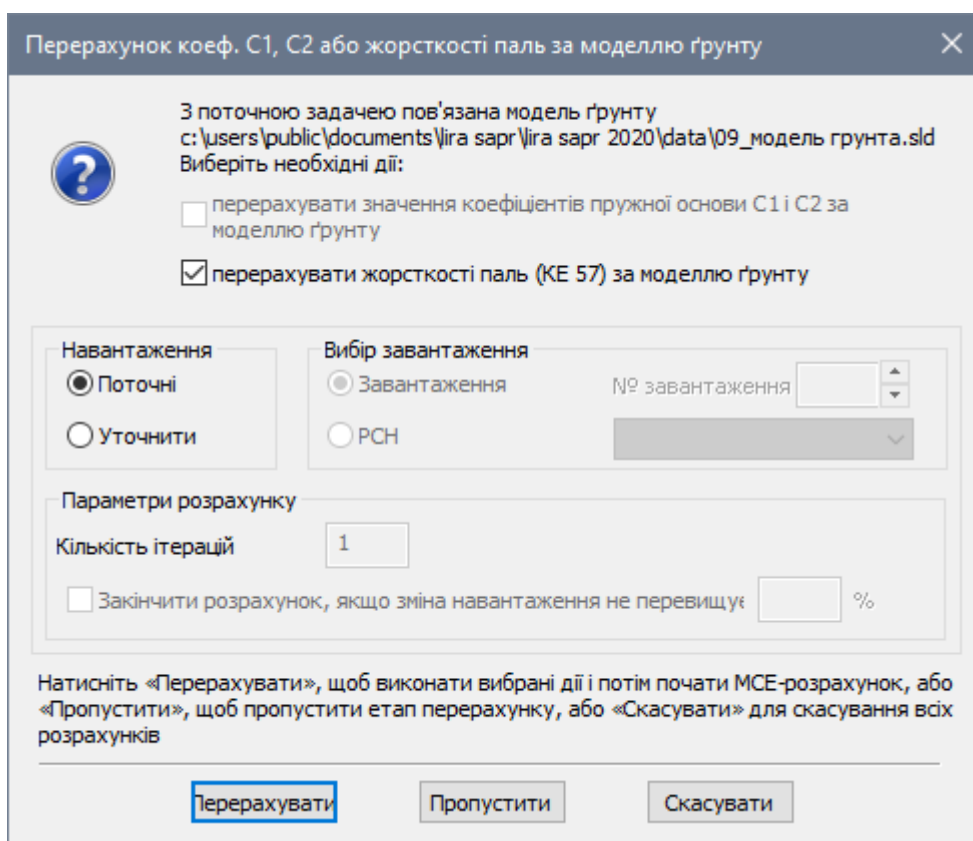

Рис. 22.19. Діалогове вікно **Перерахунок коеф. Постелі С1, С2** або жорсткості паль по моделі ґрунту
- У діалоговому вікні **Перерахунок коеф. Постелі С1, С2** або жорсткості паль по моделі ґрунту (рис. 22.19), при встановленому прапорці **перерахувати жорсткість паль (КЕ 57) по моделі ґрунту**, натисніть кнопку **Перерахувати**.